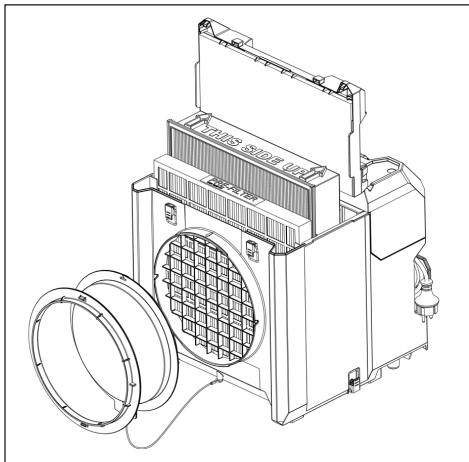

Fig. 5: Wymiana filtrów
- ▶ Włożyć nowy filtr wstępny lub główny, jak pokazano na Rys. 5.